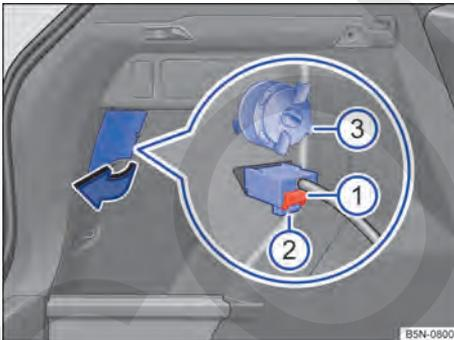

Fig. 213 Lateral del maletero: desmontaje del grupo óptico trasero.
3. Abra el hueco que hay en el guarnecido lateral del maletero por la zona del grupo óptico trasero en el sentido de la flecha → fig. 213.
4. Tire hacia fuera del bloqueo rojo → fig. 213 (1) del conector y desacople este → fig. 213 (2). En caso necesario, utilice el destornillador de las herramientas de a bordo para soltar el bloqueo rojo.
5. Desbloquee el tornillo de fijación en el sentido contrario al de las agujas del reloj → fig. 213 (3).
12. Con una mano, sostenga el grupo óptico trasero en la posición de montaje; con la otra, enrosque fijamente el tornillo de fijación → fig. 213 (3).